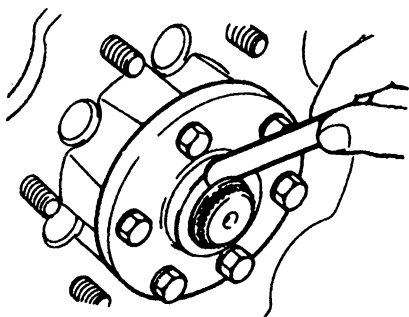

图 4-7 不带自由轮机构的端隙测量
③ 不带自由轮机构的车辆。顶起车辆,拆下前轮及轮毂盖如图4-7所示,用塞尺测量主动法兰和弹性圈之间的间隙。